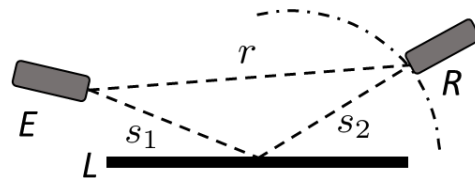

Figura 4: Montaje experimental para estudiar interferencia de pulsos de ultrasonido.
- Desplazando el detector a través de un círculo mida con el osciloscopio la distribución angular de intensidad asociada a interferencia entre el ultrasonido directo y el reflejado, como muestra esquemáticamente la figura 4.
- Para los parámetros espaciales definidos en la figura 4 considere que máximos de intensidad están determinados por la condición